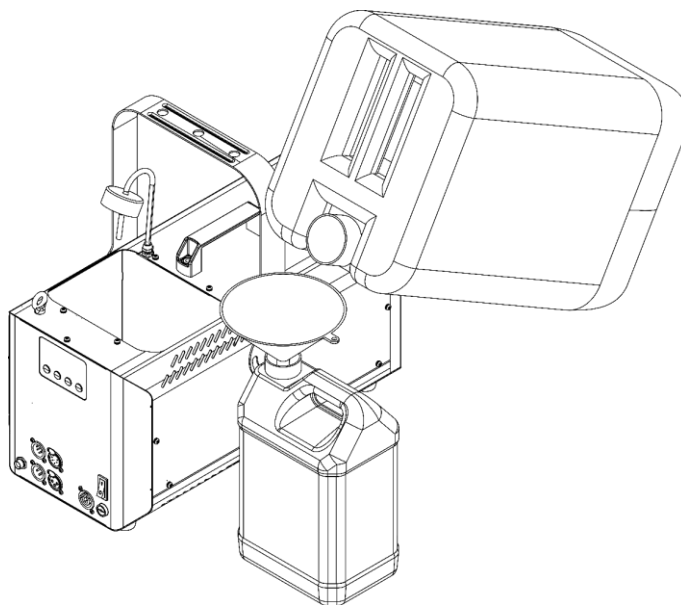

Fig. 11
- 05) Gebruik een trechter om de sneeuwvloeistof in de tank te gieten, zoals getoond in Fig. 11.